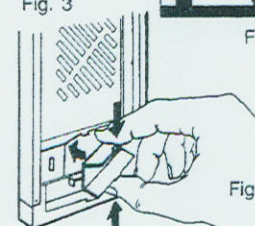

Fig. 5
- 2 - Enlever le porte étiquette en exerçant une légère pression entre les bords supérieur et inférieur (Fig. 5) de celui-ci, et puis enlever l'étiquette.